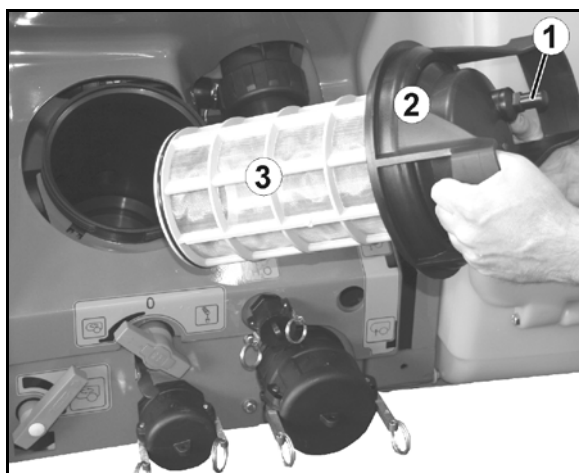

Fig. 148
6. Løsn sugefilterets dæksel (Fig. 148/2).
7. Betjen aflastningsventilen på sugefilteret (Fig. 148/1).
8. Tag dæksel og sugefilter (Fig. 148/3) af og rengør disse med vand.